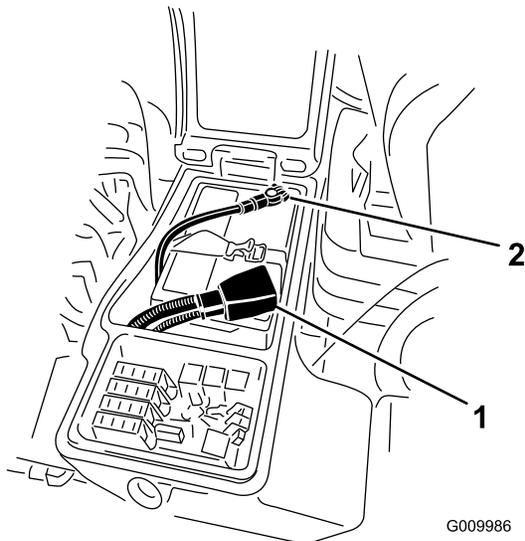

Figure 93
3. Débranchez le câble négatif (noir) de la borne négative (-), puis le câble positif (rouge) de la borne positive (+) de la batterie (Figure 93).
6. Raccordez le câble positif (rouge) de la batterie à la borne positive (+) et le câble négatif (noir) à la borne négative (-) (Figure 93).